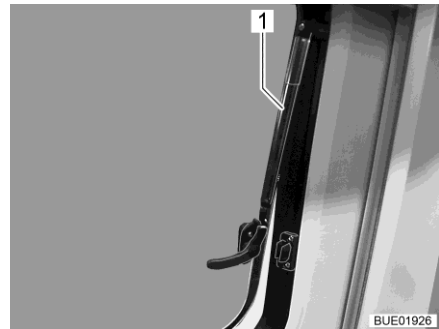

Bild 13 Överkantshängt fönster med automatik-spärrar, öppet
- Öppna det överkantshängda fönstret till önskat läge. Låt det överkantshängda fönstret haka i självständigt med (Bild 13,1) automatiska-spärrar.